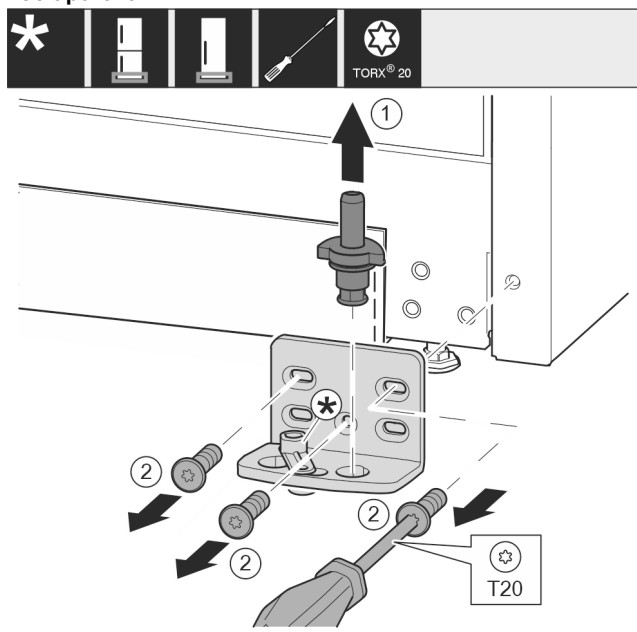

Fig. 9
- ▶ Ležajni sornik v celoti izvlecite navzgor. Fig. 9 (1)
- ▶ Vijake odvijte z izvijačem T20 in snemite ležajni podstavek. Fig. 9 (2)